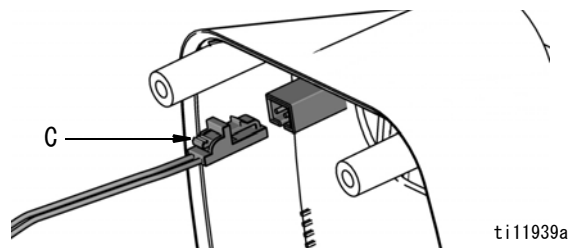

図 49
10. ソレノイドのリード線 (C) を再接続します (図 49)。